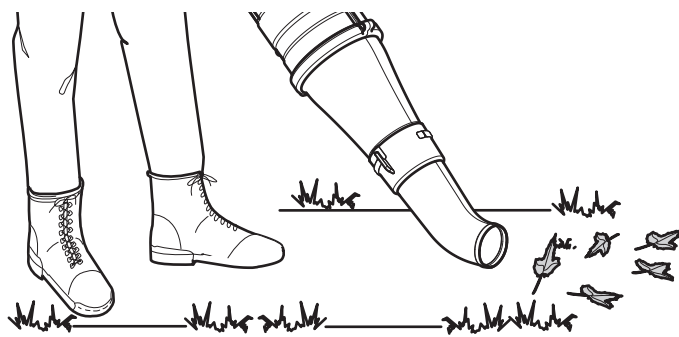

Fig. 7
- Use la boquilla para los lugares difíciles de alcanzar, como los rincones de un garaje, o para controlar el polvo en un entorno polvoriento (Fig. 7).